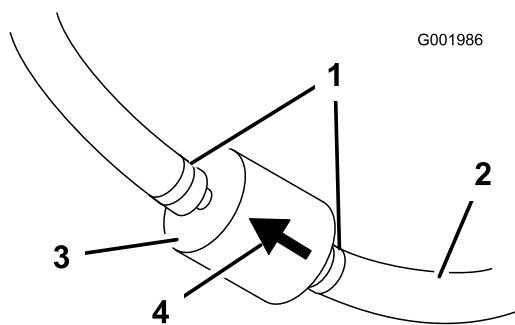

Figura 46
5. Apriete los extremos de las abrazaderas y deslícelas por el tubo alejándolas del filtro (Figura 46).